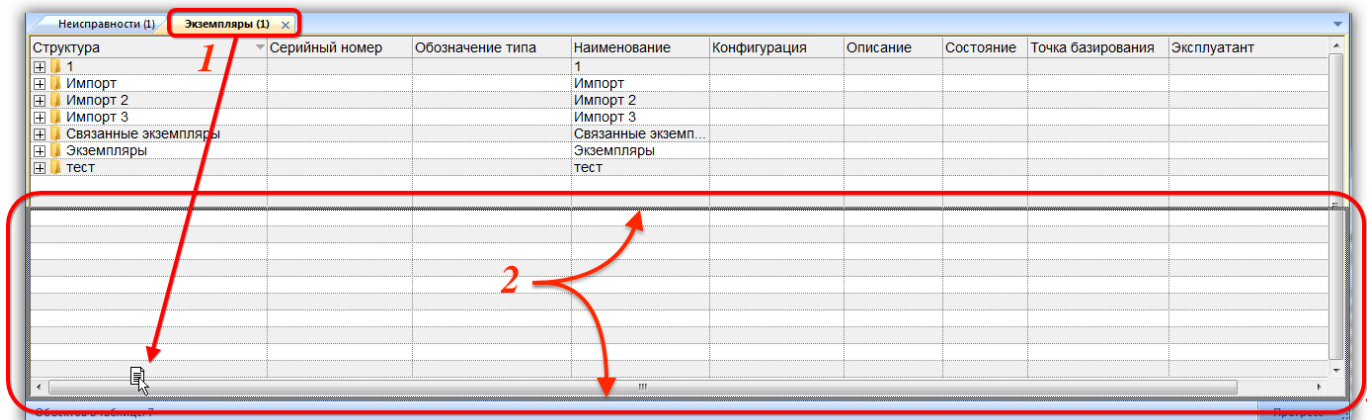
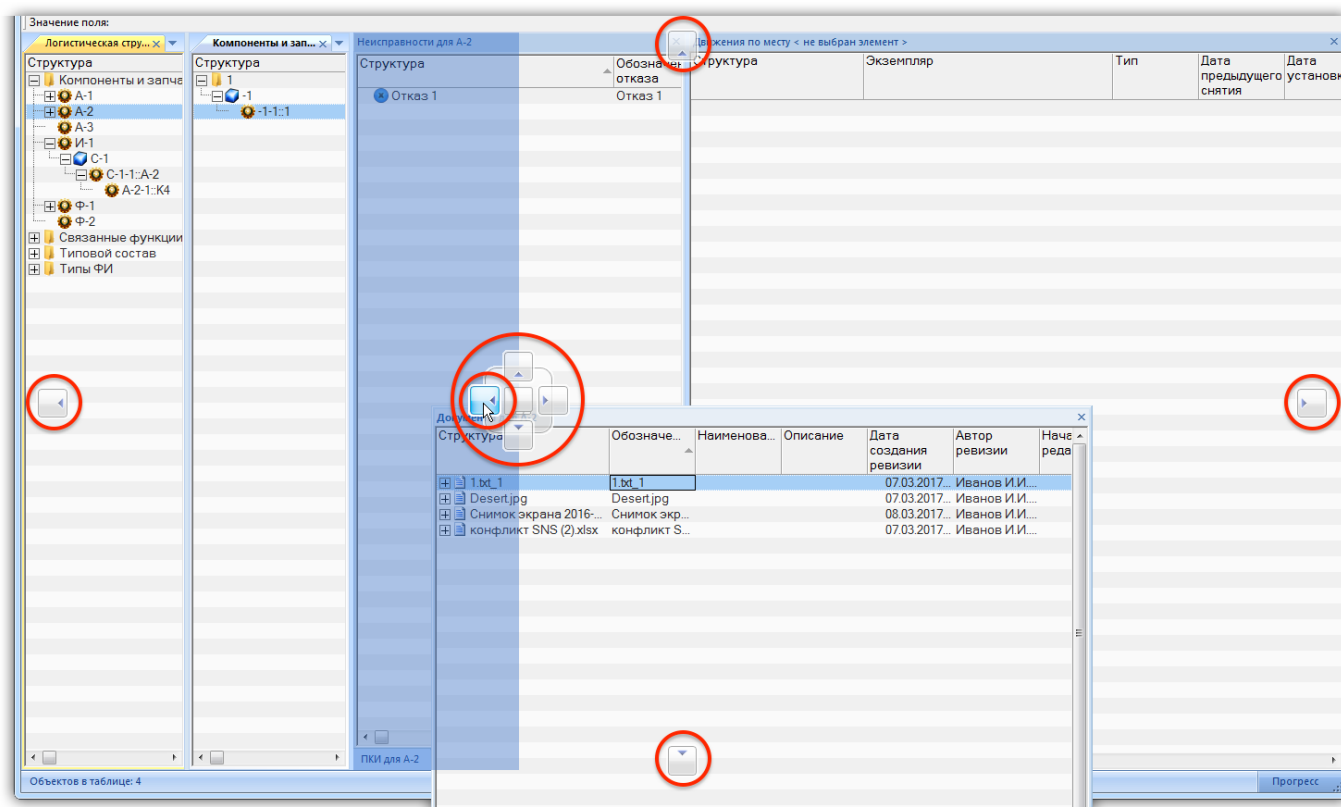

Рис. 5-73 – Рамка, показывающая место, куда будет перемещено рабочее окно
Рис. 5-82 – Кнопки навигации при перемещении окна связанных объектов
Для перемещения активной вкладки мышью необходимо выбрать ее заголовок (1 на рис. 5-73) и, удерживая ее левую кнопку мыши, переместить вкладку на новое место, которое обводится темной рамкой, как показано на рис. 5-73 (2).
При перемещении мышью связанных рабочих окон можно воспользоваться используется метод, отличный от перемещения основных рабочих окон. Если для основных рабочих окон необходимо добиться, чтобы новое место размещения окна было обведено темной рамкой, как показано ранее на рис. 5-73, то в случае связанных рабочих окон на экране появляются кнопки навигации (рис. 5-82).